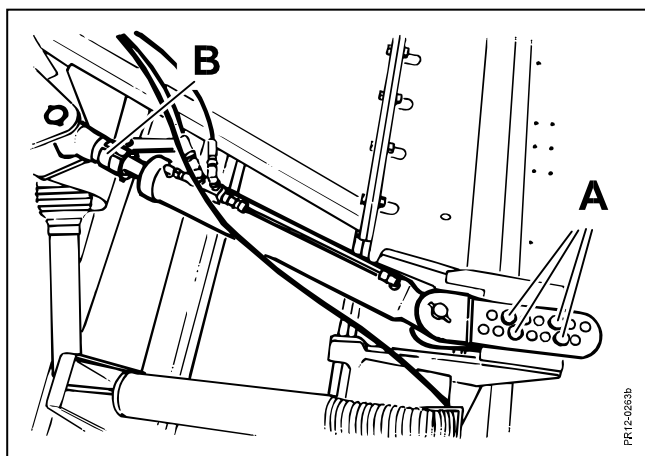

Fig. 3-8
- Fig. 3-8** 2) Grovjustering ved flanger med huller for bolte **A**.
- Fig. 3-8** 4) Grovjustering med mellemlægsringe **B**. (Ekstra løse ringe kan bestilles.